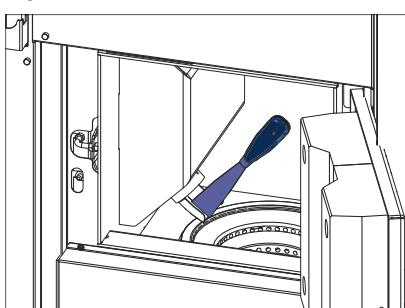

Fig.39 Pulire il tubo di caduta
- ▶ Se necessario, pulire la parte interna del tubo di caduta con un cacciavite – Fig. 39.